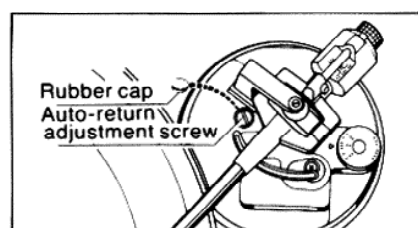

Fig. 15
• Adjustment of automatic return position (Fig. 15)
● Justierung des Abschaltpunktes der Automatik (Abb. 15)
● Mise au point de la position de retour automatique (Fig. 15)
● **Ajuste de la posición para retorno automático (Fig. 15)**